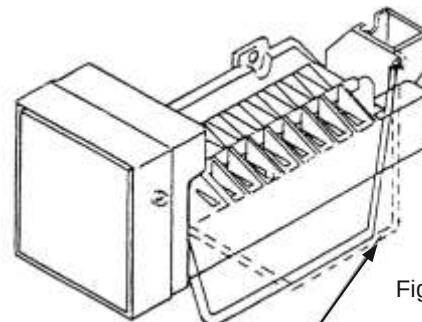

Figure 8
- La tige du bras de coupeure doit être abaissée en position la plus basse pour que la production de glaçons soit possible. (Voyez la Figure 8).
- Vous pouvez aussi arrêter manuellement la machine en rel-evant le bras de coupeure en position de verrouillage tout en haut. (Voyez la Figure 8).